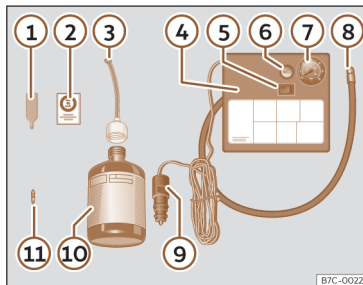

Fig. 239 Représentation standard : contenu du kit anticrevaison.
Le kit anti-crevaison se trouve dans le coffre à bagages, sous le revêtement de plancher. Il inclut les éléments suivants >>> **fig. 239** :
- Dévissez le capuchon et l'obus de la valve du pneu. Utilisez l'appareil >>> **fig. 239 ①** pour extraire l'obus. Placez-le sur une surface propre.
- Agitez fortement la bouteille de produit de colmatage des pneus >>> **fig. 239 ⑩**.
- Vissez le tuyau de gonflage >>> **fig. 239 ③** sur la bouteille de produit de colmatage. Le plombage du goulot de la bouteille est automatiquement percé.
- Retirez le bouchon du tuyau de remplissage >>> **fig. 239 ③**, puis vissez l'extrémité ouverte du tuyau sur la valve du pneu.
- Placez de nouveau l'obus avec l'outil >>> **fig. 239 ①** sur la valve du pneu.
- Vissez le tuyau de gonflage du pneu du compresseur >>> **fig. 239 ⑧** sur la valve du pneu.
- Vérifiez si la vis d'évacuation d'air est serrée >>> **fig. 239 ⑥**.
- Branchez le connecteur >>> **fig. 239 ⑨** à la prise de courant de 12 volts du véhicule >>> page 250.
- Raccordez le compresseur d'air au commutateur ON/OFF >>> **fig. 239 ⑤**.
- Collez l'autocollant >>> **fig. 239 ②** sur le combiné d'instruments, dans le champ de vision du conducteur.
Revissez le tuyau de gonflage >>> **fig. 239 ⑧** et vérifiez la pression du manomètre **⑦**.